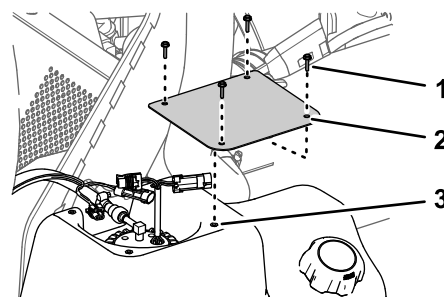

Figura 114
2. En el depósito de combustible, retire los 4 tornillos (N.º 10 x ¾") que sujetan la tapa a la parte superior del depósito de combustible, y retire la tapa (Figura 114).